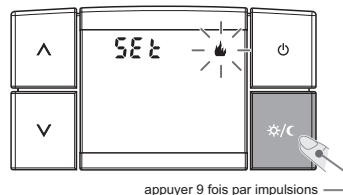

fig. 45
- Une fois la dernière valeur confirmée, vous accéderez au menu de programmation et l'écran affichera la première fonction disponible (exemple sur la fig. 45)